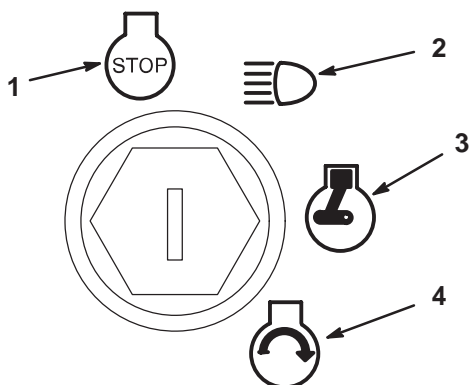

Bild 15
6. Drehen Sie den Zündschlüssel im Uhrzeigersinn und halten ihn auf Start (Bild 15).
3. Drehen Sie den Zündschlüssel auf STOP (Bild 15).